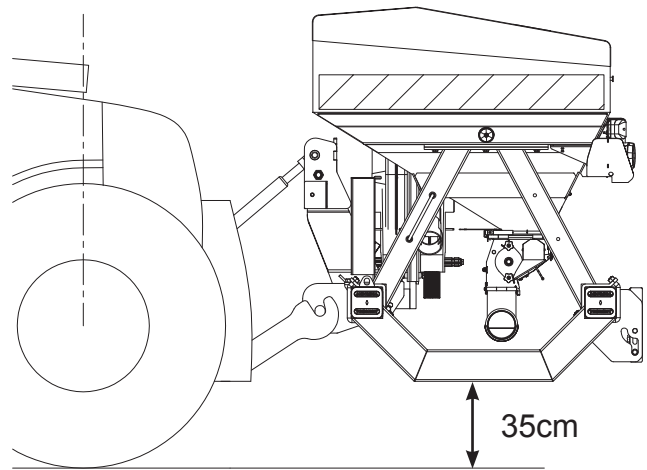

Fig.2
- En position normale de travail, la garde au sol sous les tubes latéraux du châssis est de 35 cm environ (fig. 2).